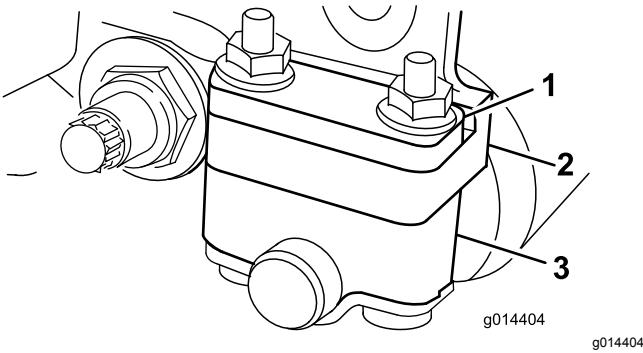

Bild 6
Abhängig von dem gewünschten Schnithöhenbereich, müssen Sie die Heckrollenhalterungen (Bild 6 oder Bild 7) auf die niedrige oder hohe Stellung verstetigen:
die Einstellungen für den Schnitthöhenbereich zwischen 1,5 mm und 6,0 mm liegen, wie in Bild 6 abgebildet.
4. Legen Sie die Distanzstücke je nach Bedarf über oder unter den Rollenhalterungen auf die Schrauben (Bild 6 oder Bild 7).